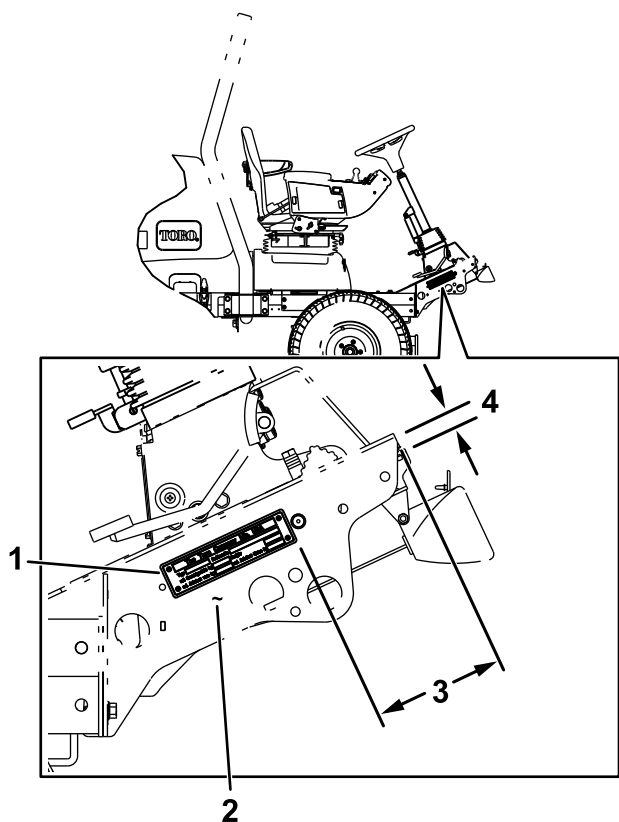

Figura 25
4. Sujete la placa del número de serie contra el lado derecho de la máquina, a 6 mm del borde inferior (Figura 25). Usando la placa del número de serie como plantilla, perfore 4 taladros (3 mm).
6. Estampe el número de serie en el bastidor, cerca de la placa del número de serie (Figura 25).